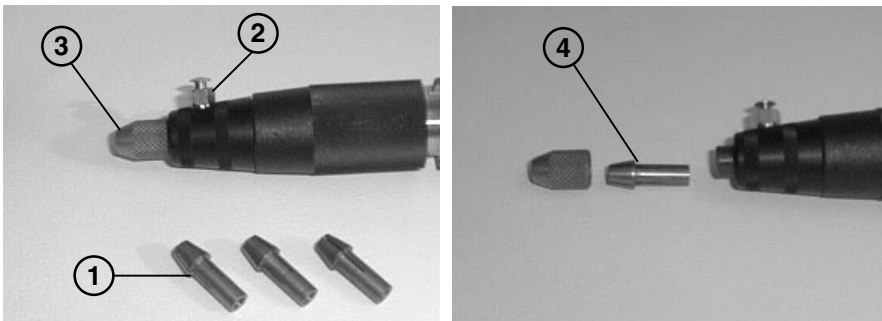

Abb. 7
Gemäß Abbildung 7) sind im Lieferumfang vier Spannzangen (1) für unterschiedliche Werkzeugdurchmesser (0 - 1 - 2,35 - 3 mm) enthalten